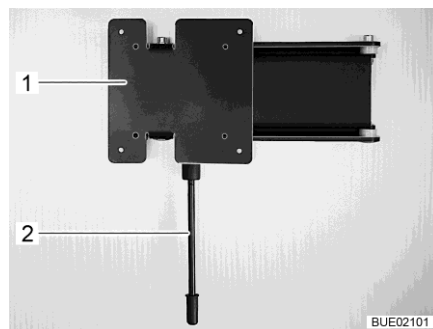

Bild 110 Vägghållare
- Dra låsspaken (Bild 110,1) nedåt och sväng fästet (Bild 110,2) med den platta bildskärmen till önskat läge.